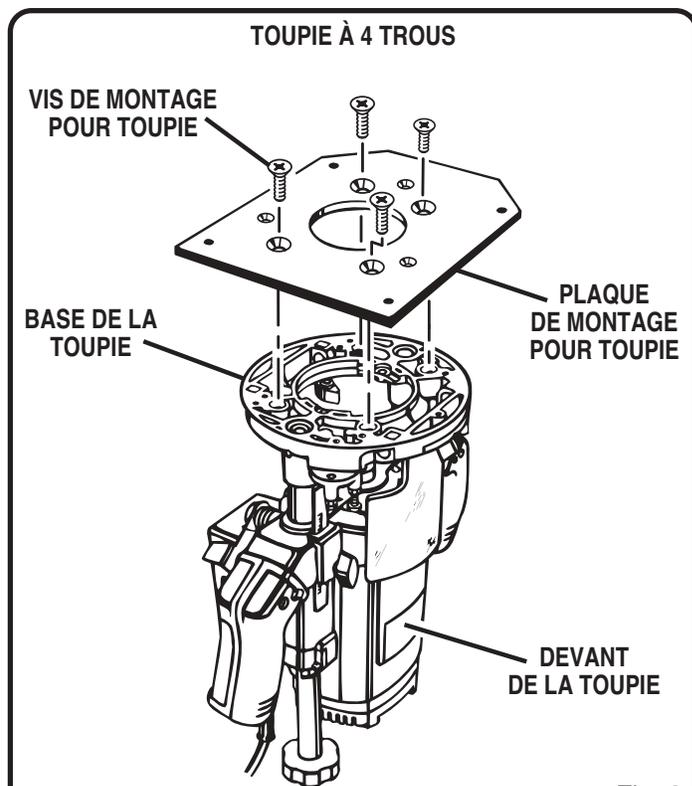

Fig. 9
Voir figures 9 et 10.
- La poignée avec interrupteur de la toupie doit être orientée vers le côté carré de la plaque de montage. Voir figure 9.